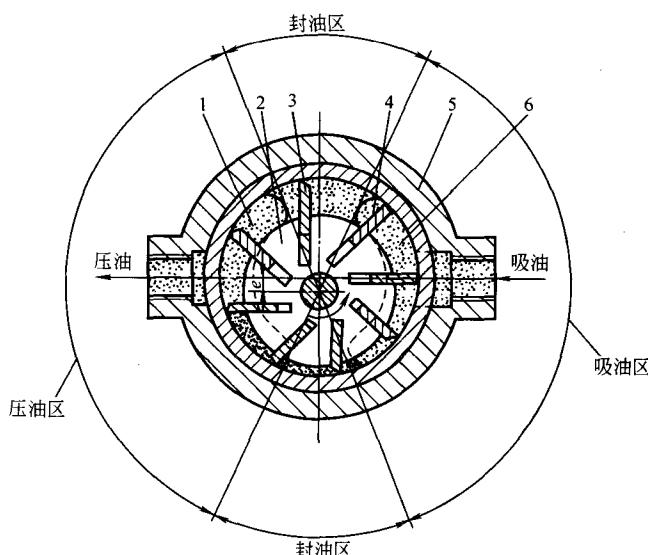

图 1-1-4 单作用式叶片泵工作原理图
1) 单作用式叶片泵。单作用式叶片泵压力较低，常用于低压和需改变流量的液压系统中；双作用式叶片泵压力较高，输出流量不能改变。单作用式叶片泵工作原理如图 1-1-4 所示，主要由泵体 5、转子 2、定子 3、叶片 4、配油盘（端盖）等组成。这种叶片泵，由于转子每回转 1 周，每个密封容积完成一次吸油和压油，所以称为单作用式叶片泵；另一方面转子单向承受压油腔油压的作用，径向压力不平衡，转子轴与轴承受受到较大的径向力，工作压力不宜过高。这种泵的最大特点是输出流量可以调节，只要改变转子中心与定子中心的偏心距  $e$  和偏心方向，就能改变输出流量的大小和输油方向。如增大偏心距，密封容积的变化量增大，输出流量随之变大。